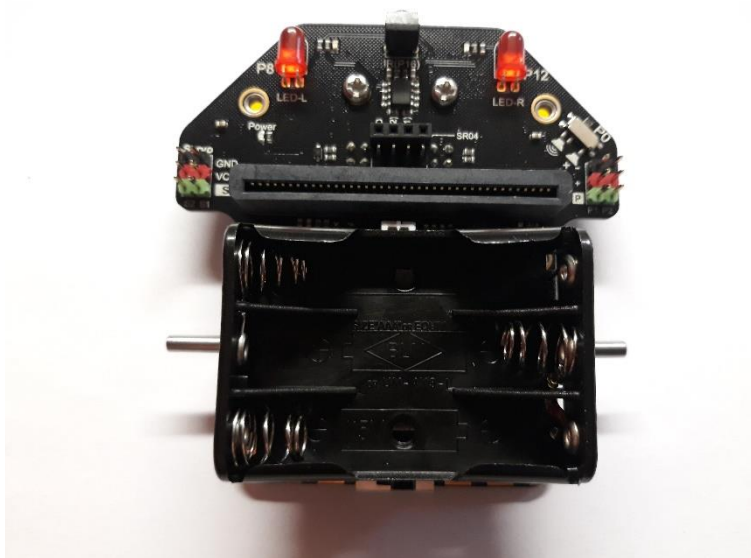
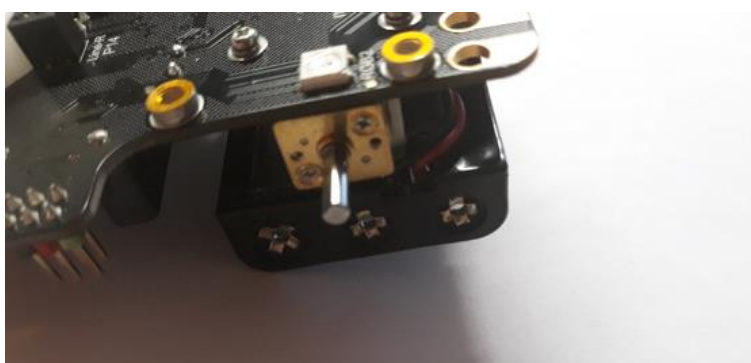

Fig. 18 : Boîtier à piles collé au corps du robot.
Fig. 19 : Câble d'alimentation passant par le carré découpé sur l'adhésif.
4. Coller le boîtier à piles à l'autre face de l'adhésif (fig. 18). Le câble d'alimentation passe par le carré découpé sur l'adhésif (fig. 19).